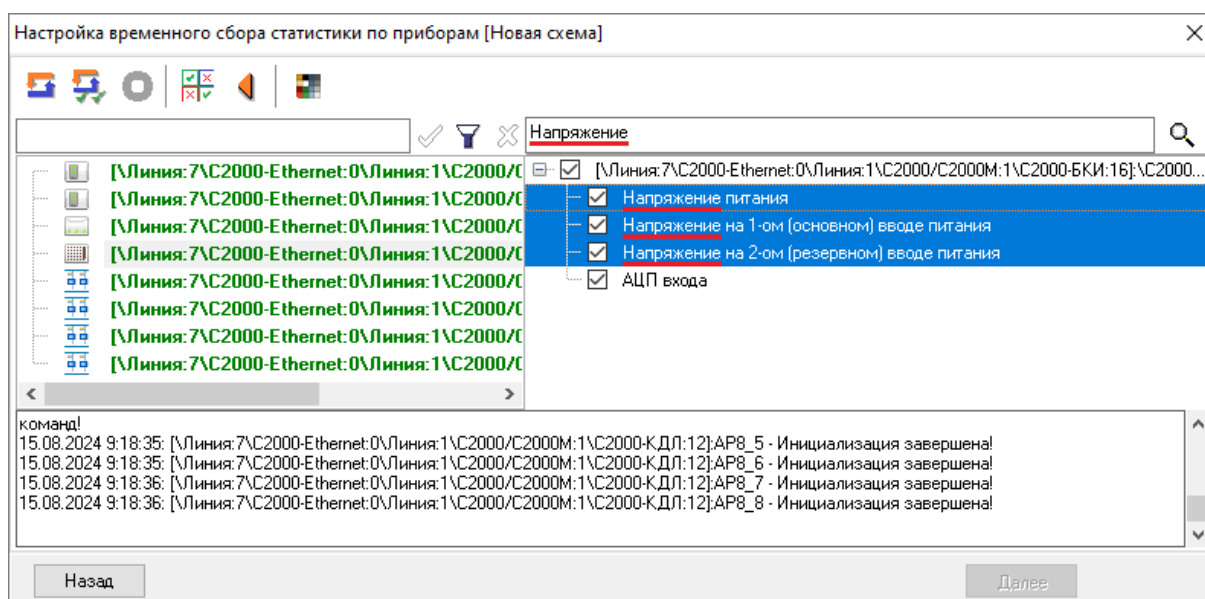

Рисунок 12-145 Результаты поиска в списке параметров для опроса
- если в списке параметров для опроса есть параметры, наименование которых содержит введенное сочетание символов, то они будут выделены в дереве статистики (см. Рисунок 12-145);